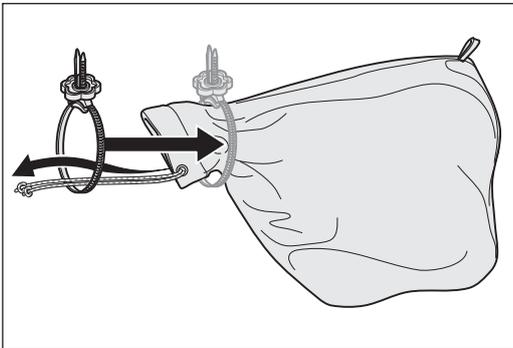

Abb. 4 Den MultiClip über die Öffnung des Staubsacks schieben.
- 2 Schieben Sie den MultiClip über die Öffnung des Staubsaacks (Abb. 4).